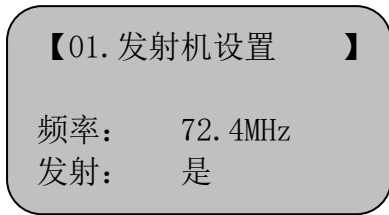

图 3
4、按下⑧键，进入菜单1，如图3所示，按下⑥光标移动至【72.4MHz】，再用⑦、⑩上下调整，选取所需频率。再移动光标至【是】处，用⑦、⑩上下调整至【否】，发射机即开始发射或停止工作；